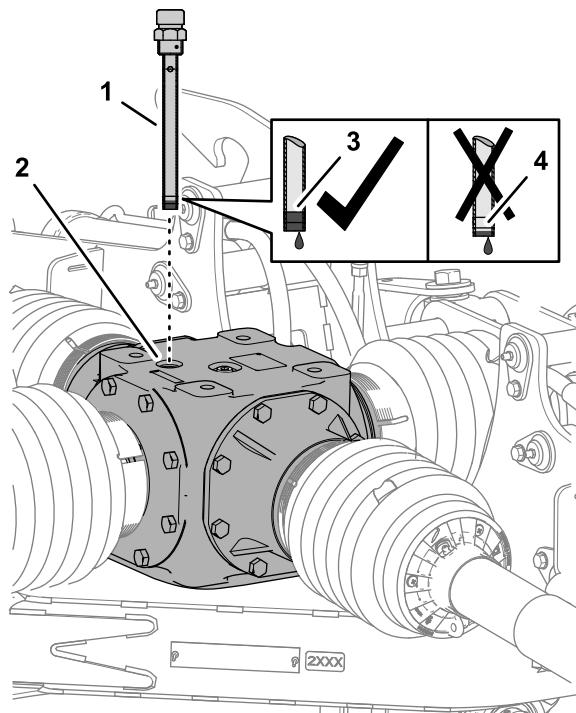
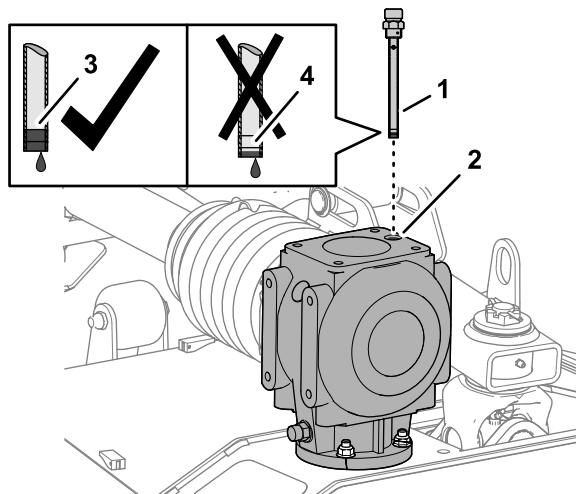

Рисунок 57
Рисунок 58
2. Проверьте уровень жидкости по меткам на щупе (Рисунок 57 или Рисунок 58).
1. Извлеките масломерный щуп из отверстия в верхней части среднего редуктора (Рисунок 57 или Рисунок 58).
4. Заверните масломерный щуп в заливное отверстие и затяните его (Рисунок 57 или Рисунок 58).